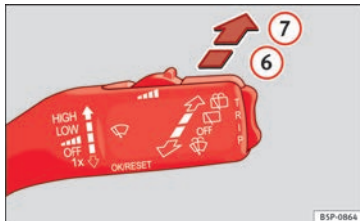

Abb. 71 Scheibenwischerhebel: Scheibenwischer für die Heckscheibe
– Drücken Sie den Hebel nach vorne bis in die Position ⑥ » Abb. 71. Der Wischer arbeitet etwa alle 6 Sekunden.
– Drücken Sie den Hebel ganz nach vorne in die Position ⑦ » Abb. 71. Die Waschanlage arbeitet sofort, während der Wischer etwas später zu wischen beginnt. Solange Sie den Hebel in dieser Position halten, arbeiten der Heckwischer und die Waschanlage.